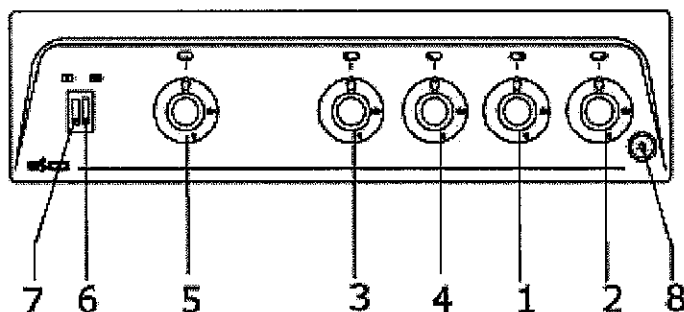

Figure 14
b. Gril électrique : Ouvrez la porte du four et allumez le gril en appuyant sur le bouton (Fig 14, rep 6). Laissez fonctionner le gril pendant 15 minutes. Eteignez le gril et laissez refroidir.
Allumage électrique (rep 8, Figure 14)
Appuyez sur le bouton du gril électrique (Fig 14, Rep 6)